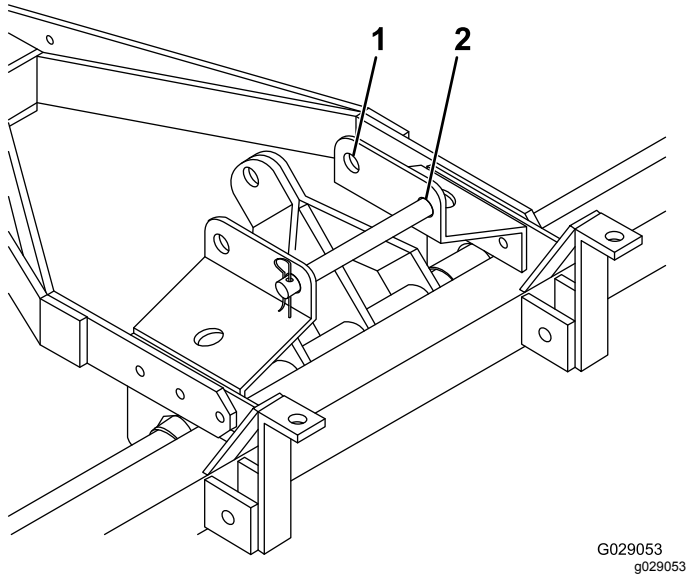

Bild 10
1. Versetzen Sie den Arretierbolzen in die hintere Stellung (Aerifizierung) (Bild 10).
6. Wenn Sie das Modell 44856 transportieren, setzen Sie den Arretierbolzen in das vordere Loch ein (Bild 10).